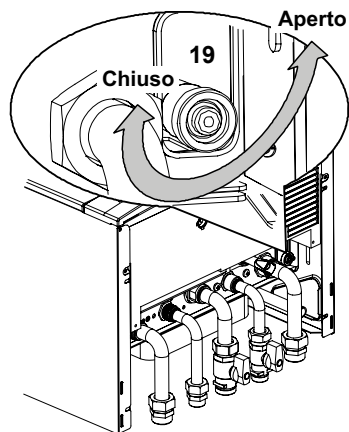

Figura 9.4
- Allentare il rubinetto di svuotamento caldaia 19 indicato in Figura 9.4.